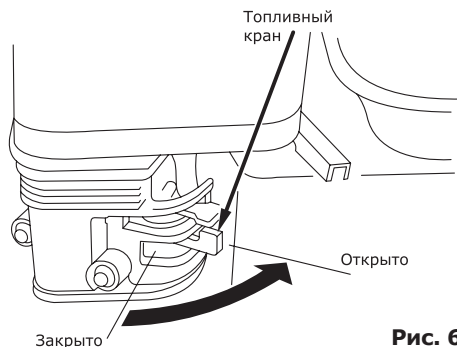

Рис. 6
- Поверните топливный кран в положение «Открыто» (рис. 6).